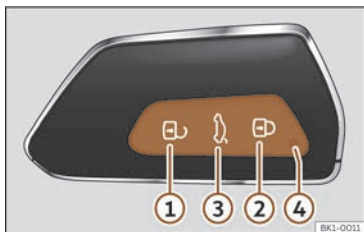

Fig. 67 Clé du véhicule.
Lorsque vous appuyez brièvement sur un bouton de la clé du véhicule, le témoin de contrôle ④ >>> fig. 67 clignote une fois brièvement, mais si vous appuyez sur celui-ci plus longtemps, il clignotera plusieurs fois, par exemple lors de l'ouverture de confort.